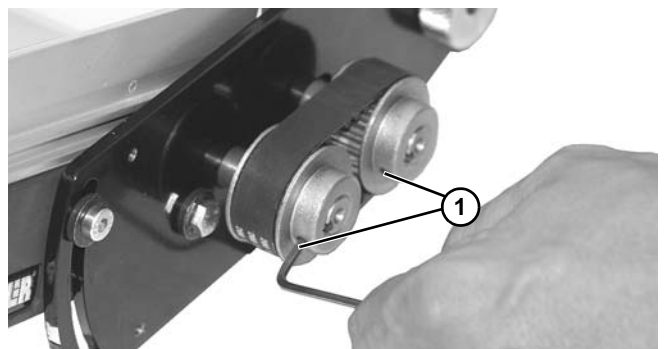

Figura 80
7. Asegúrese de que ambas poleas están niveladas con el eje y apriete los tornillos de fijación (Figura 80, artículo 1) en las poleas.